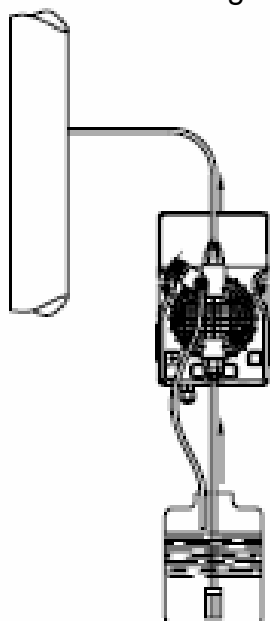
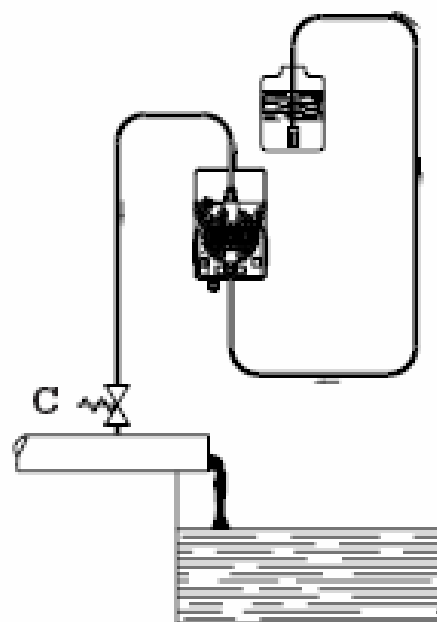

Fig. 5
Fig. 6
- c) Plaats de pomp zoals getoond in fig. 5, naar keuze zowel boven als onder het vloeistofniveau, met inachtneming van een maximaal vloeistofniveau verschil van 2 meter. Indien de installatie waarin de pomp is toegepast, werkt onder atmosferische druk (geen tegendruk), en de aanzuigtank boven het persniveau is geplaatst (fig.6), dient de conditie van de injectiekleppen regelmatig te worden gecontroleerd. Eventuele overmatige slijtage van de kleppen kan in dit geval zorgen voor lekkage aan de kleppen, zodat de vloeistof het systeem in kan lopen terwijl de pomp niet is ingeschakeld. Indien dit probleem zich voordoet, kan dit door installatie van een tegendruk klep (C) tussen de injectieplaats en de klep worden tegengegaan. In het geval van vloeistoffen welke agressieve gassen kunnen veroorzaken, monteer de pomp dan niet boven de aanzuigtank, tenzij deze hermetisch is afgesloten.